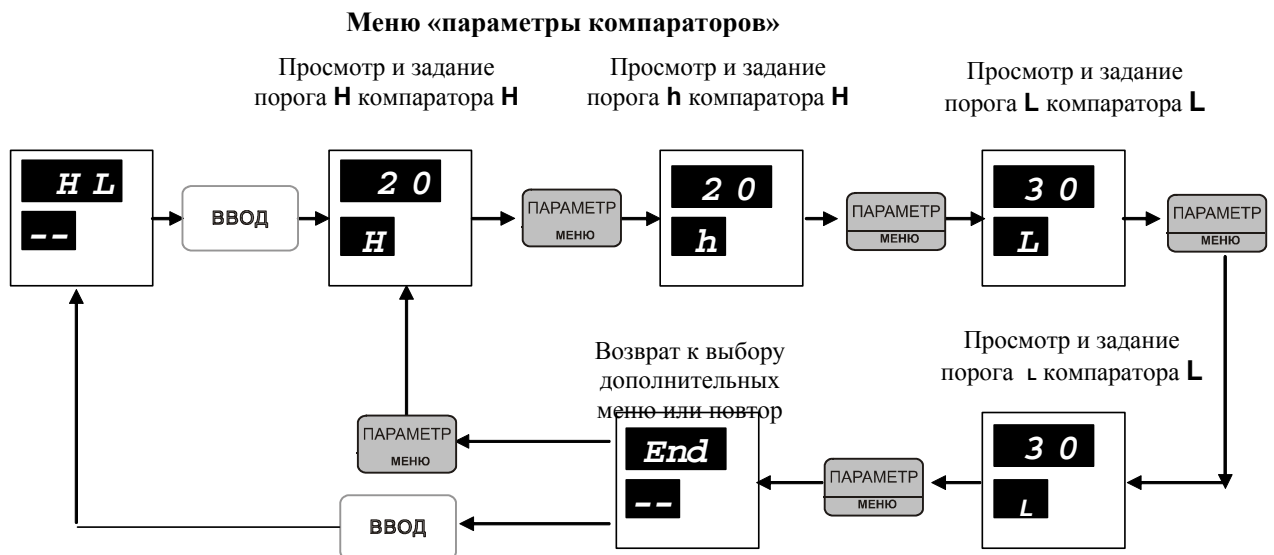

Рис.6.3
6.4 Меню «параметры компараторов» (HL)
Данным меню следует пользоваться для просмотра и редактирования параметров компараторов. Мнемосхема меню «параметры компараторов» (HL) приведена на рис.6.3.